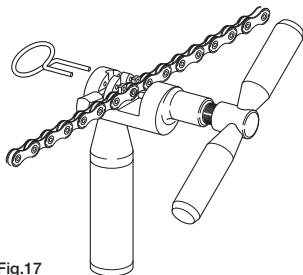

Fig.17
- Insérez le maillon à fermer dans les sièges prévus à cet effet (Fig. 17).